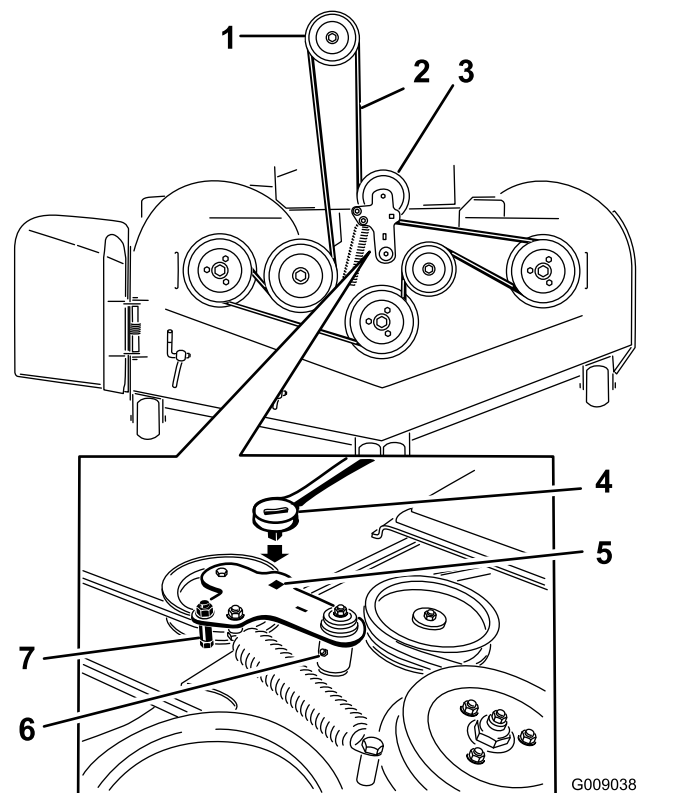

Figura 86
7. Inserite un cricchetto nel foro quadrato del braccio di rinvio per allentare la molla del tenditore (Figura 86).
9. Togliete il guidacinghia dal braccio di rinvio a molla mostrato in Figura 86.
11. Montate la nuova cinghia attorno alle pulegge del tosaerba e alla puleggia della frizione, sotto il motore (Figura 86).
12. Montate il guidacinghia sul braccio di rinvio mostrato in Figura 86.
13. Con il cricchetto nel foro quadrato, montate la molla del tenditore (Figura 86).